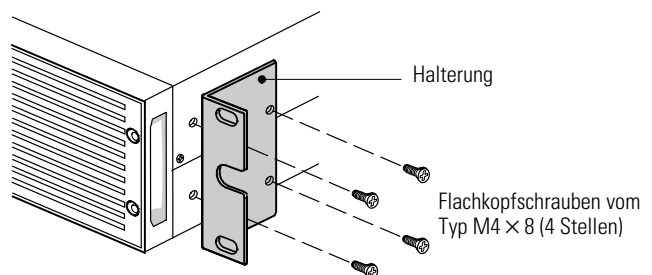

Abbildung 6. Installieren der Halterungen (Vorderansicht dargestellt)
9. Richten Sie die Montagewinkel mit den Schraubenbohrungen auf jeder Seite der USV aus und befestigen Sie diese mit den beigegeführten M4 × 8 Flachkopfschrauben (siehe Abbildung 6).